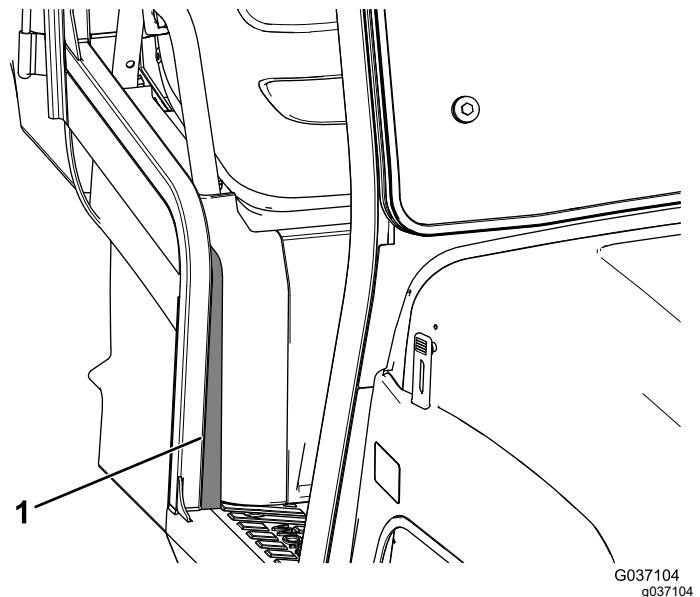

Figure 16
- Retirez la pellicule protectrice au dos du joint en mousse et collez le joint sur le côté droit de la machine (Figure 16).